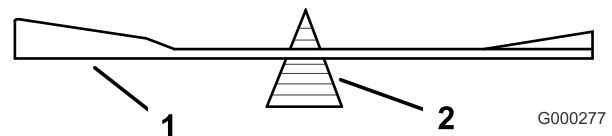
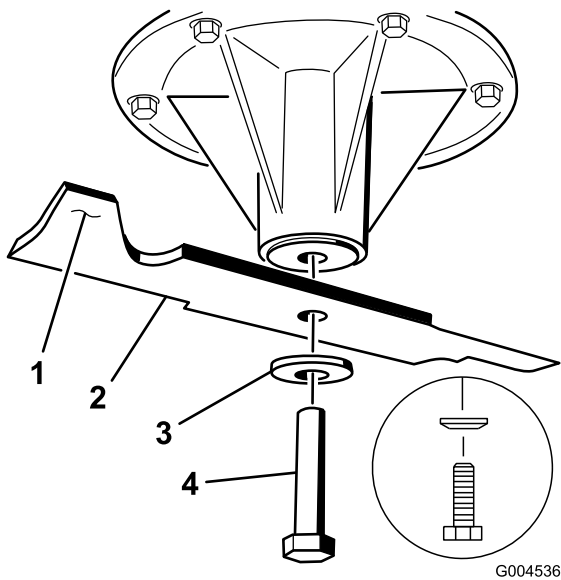

Figura 94
Figura 95
2. Verifique el equilibrio de la cuchilla colocándola sobre un equilibrador de cuchillas (Figura 94). Si la cuchilla se mantiene horizontal, está equilibrada y puede utilizarse. Si la cuchilla no está equilibrada, rebaje algo el metal en la parte de la vela solamente (Figura 95). Repita este procedimiento hasta que la cuchilla esté equilibrada.
1. Instale la cuchilla en el eje (Figura 95).
2. Instale la arandela de muelle y el perno de la cuchilla (girándolo en el sentido de las agujas del reloj). El cono de la arandela de muelle debe estar orientado hacia la cabeza del perno (Figura 95). Apriete el perno de la cuchilla a 115-150 Nm (85 –110 pies-libra).